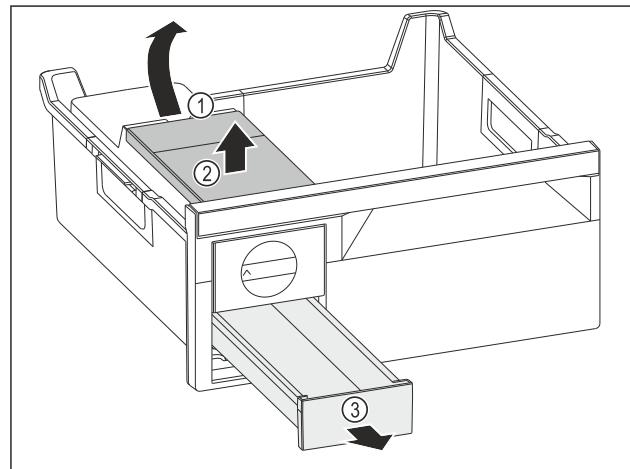

Fig. 211
- Изваждане на резервоара за вода: Повдигнете резервоара за вода при прореза Fig. 211 (1).
- Извадете резервоара за вода Fig. 211 (2) нагоре.
- Извадете чекмеджето за ледени кубчета Fig. 211 (3) напред.